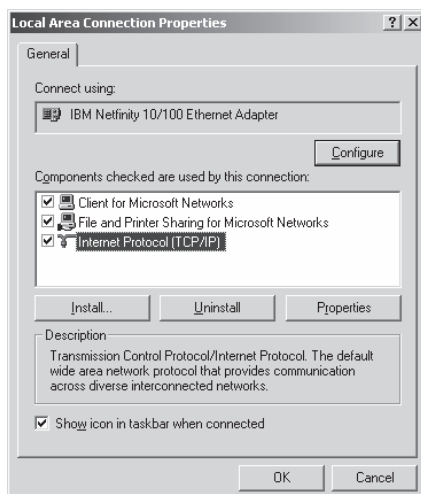

Рис. 9. Окно *Local Area Connection Properties*
5. Выберите позицию Internet Protocol (TCP/IP) (Протокол интернета) и щелкните кнопку **Properties** (Свойства) (см. рис. 9).